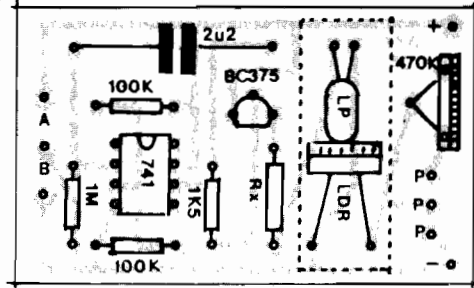

Fig. 4
- **FIG. 4 - "CHAPEADO" DA MONTAGEM** - Também sem complicações, a visão da placa pelo seu lado não cobreado, em tamanho natural (notem que na figura anterior, o padrão de ilhas e pistas cobreadas também é mostrado em escala 1:1...) indica com clareza as posições, valores, códigos, polaridades e outras características importantes dos componentes... Observar a acomodação do Integrado, com sua extremidade marcada voltada para a posição ocupada pelo "capacitorzão", o lado "chato" do transistor apontando para a localização de **R_x**... Cuidado para não "trocar" os valores dos resistores em função dos lugares que devem ocupar na placa... Aproveitar para observar com quem se confrontar, diretamente, a lampadinha e o LDR, ambos devendo ter seus terminais dobrados em ângulo reto, depois da soldagem (e a partir de um pré-cálculo do comprimento necessário...), de modo que a "cara" do LDR fique bem alinhada